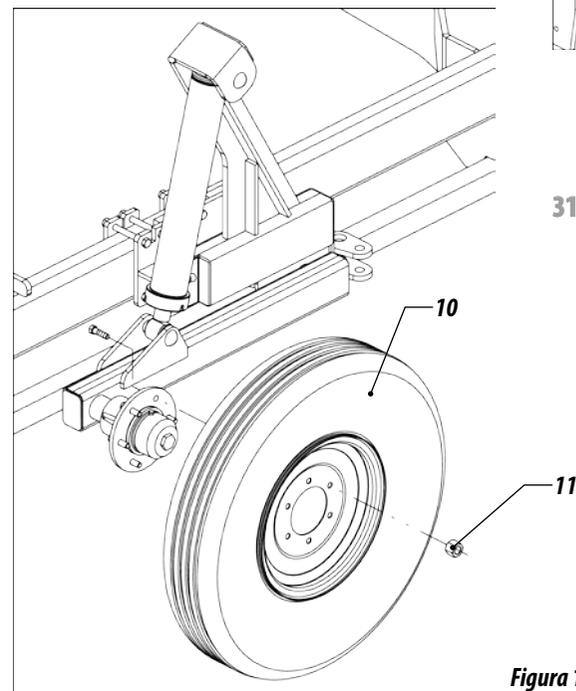

Figura 15
29- Coloque la barra (4) en el soporte (5) fijando con arandela y tuerca (6), FIGURA 15.